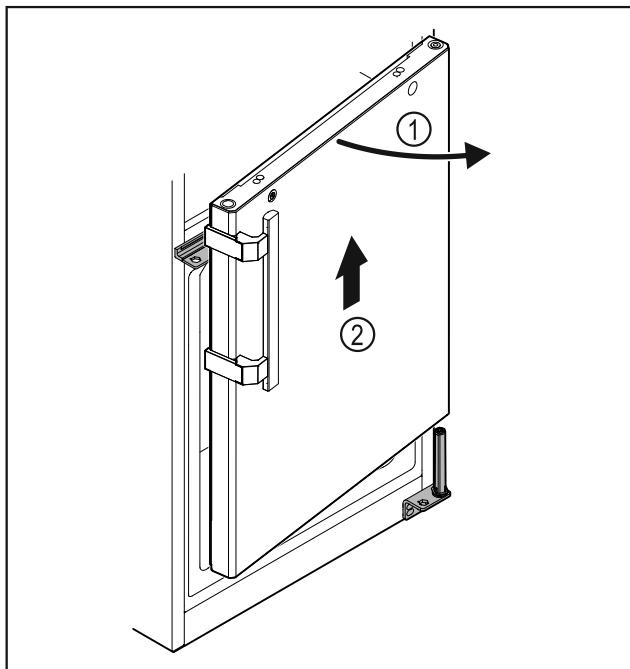

Fig. 33
- Åpne døren Fig. 33 (1) litt, løft den ca. 200 mm rett opp og ta den av Fig. 33 (2).